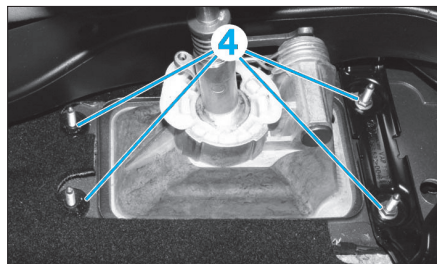

Fig. 7
- Déposer les insonorisants (3) de la commande de vitesses.
- Déposer les 4 écrous (4) (Fig.7).